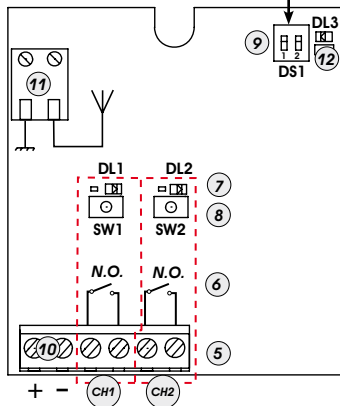

Fig.1
- 2) Premere, per 1 secondo, il pulsante sulla ricevente (Fig.1 rif. ⑧), corrispondente al canale a cui si vuole associare il radiocomando.
- 3) Il led corrispondente sulla ricevente (Fig.1 rif. ⑦), inizia a lampeggiare lentamente per 5 sec.
- 5) Il led (Fig.1 rif. ⑦) sulla ricevente si accenderà fisso per 1 secondo per poi spegnersi, indicando l'avvenuta memorizzazione.